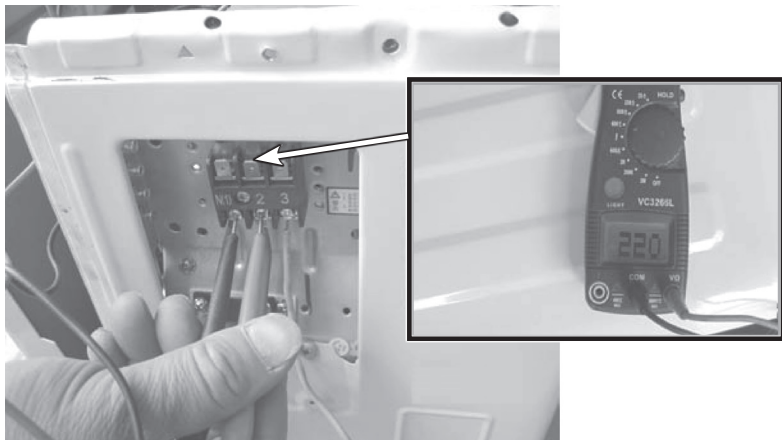

图 4-27 测量 L、N 端电压
② 测量接线端子 L、N 端电压，测得电压为 220V，如图 4-27 所示。